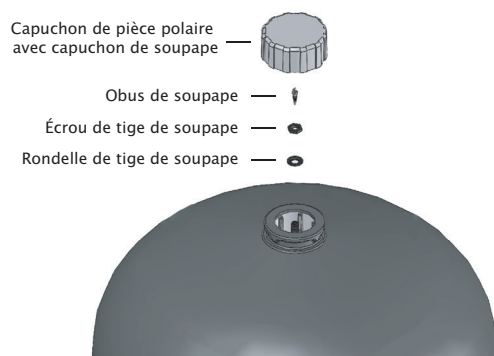

Figure 7 : Retirez le capuchon de la pièce polaire avec capuchon de soupape, l'écrou de la tige de la valve et la rondelle.
6. Retirez l'écrou et la rondelle de la tige de soupape. Voir la figure 7 pour une vue d'ensemble du démontage.